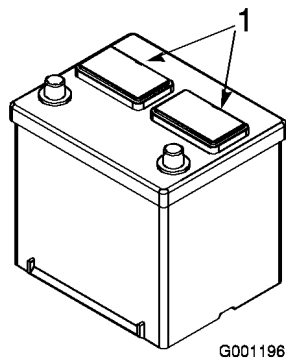

Figura 8
2. Limpie la parte superior de la batería y retire los tapones de ventilación (Figura 8).